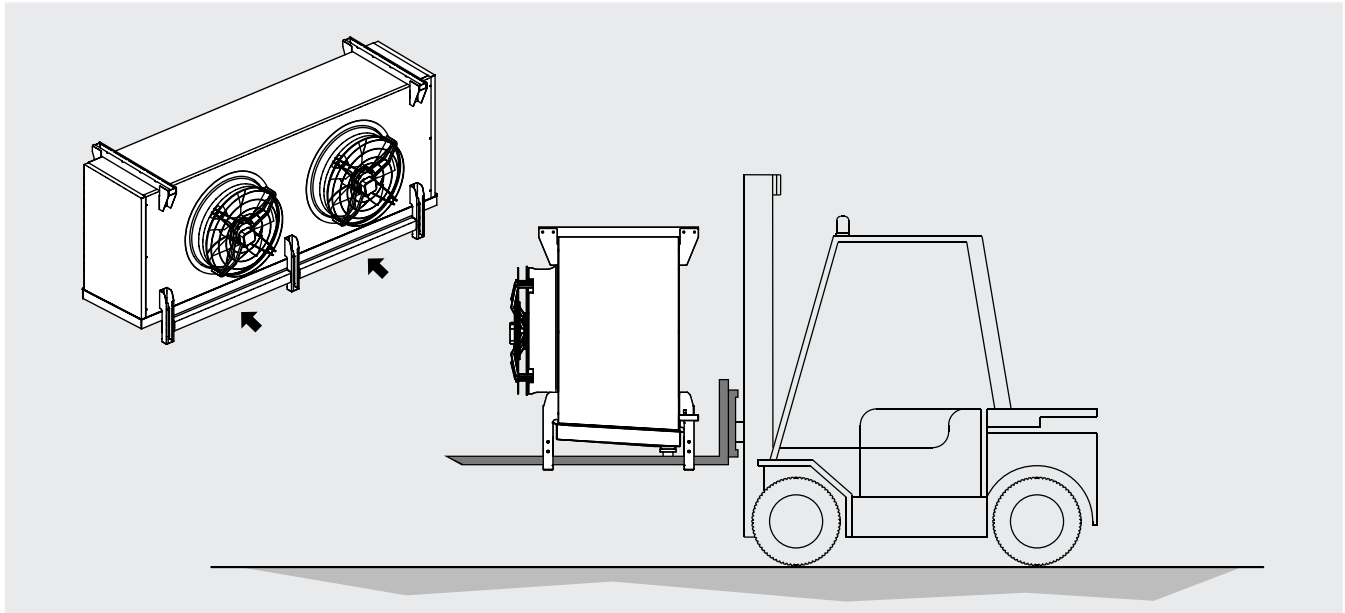

Abbildung 3
- 5.11 Die Modelle Ø630 und Ø800 können mit Querstreben an den Stützbeinen ausgestattet werden, die zum Anheben mit den Gabeln eines Gabelstaplers geeignet sind. Siehe Abbildung 3.